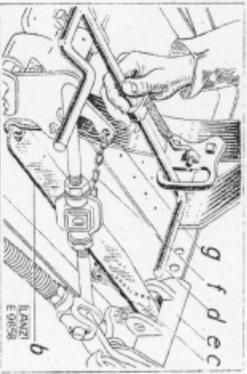

Bild 20. Auslösung.
- Den normalen Fußtrittbleger gegen Fußtrittbleger „b“ (Bild 20) austauschen und den Winkelhebel „c“ mittels des Haltehebels „d“ am Gußstück „e“ zugleich einhängen. Haltehebel wieder versplinteln.
- j) Am zweiten Rechen: Den normalen Fuhrtrittbleger gegen Fuhrtrittbleger „b“ (Bild 20) austauschen und den Winkelhebel „c“ mittels des Halthebels „d“ am Gubstück „e“ zugleich einhängen. Halthebel wieder versplinten. Kette „f“ in Winkelhebel „c“ und Auslösearm „g“ einhängen.